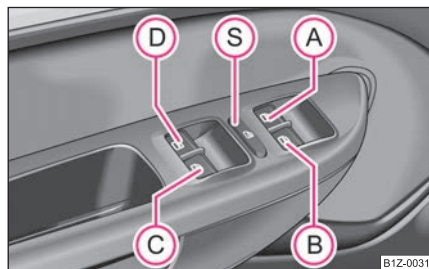

Fig. 34 Teclas en la puerta del conductor
Las teclas para las diferentes ventanillas se encuentran en el apoyabrazos de la puerta del conductor ⇒ página 46, fig. 34, puerta del acompañante y en las puertas traseras* ⇒ fig. 35.
Ud. puede poner fuera de funcionamiento los conmutadores en las puertas traseras pulsando el conmutador de seguridad (S) ⇒ página 46, fig. 34. Se ponen de nuevo en funcionamiento las teclas en las puertas traseras pulsando repetidamente el conmutador de seguridad (S).
- Si se transporta niños en los asientos traseros, se recomienda poner fuera de funcionamiento los elevallunas eléctricos de las puertas traseras (conmutador de seguridad) (S) ⇒ página 46, fig. 34.